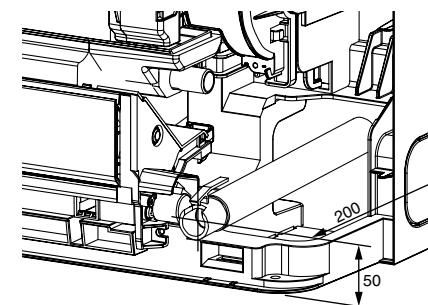

Рис. 8
- При прокладке дренажного трубопровода, убедитесь, что дренажный шланг ① проложен в соответствии с рисунком. (Рис. 8)